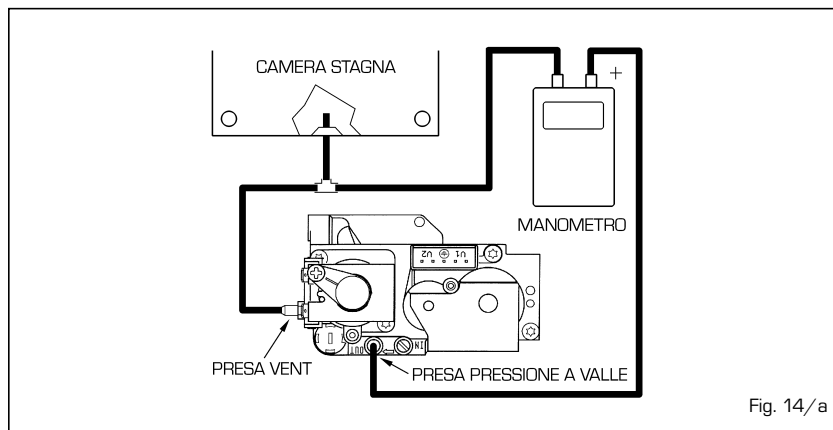

Fig. 14/a
4.2 VALVOLA GAS (fig. 14)
- Collegare il manometro differenziale come indicato in fig. 14/a.
- Disinserire l'alimentazione e togliere il cappuccio in plastica (3) del modulatore.
- Ruotare la vite (2) ricercando il valore della pressione minima come indicato in **Tabella 3**: per ridurre la pressione girare la vite in senso antiorario, per aumentare la pressione girare la vite in senso orario.
- **Variare il livello di pressione all'accensione (STEP) della valvola gas posizionando l'indice della vite, a seconda del tipo di gas, come riportato in fig. 14.**